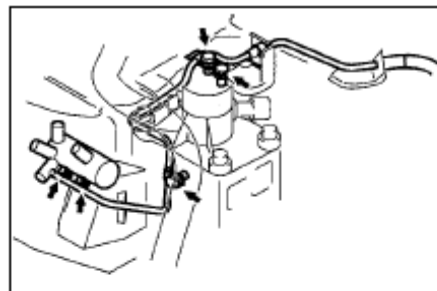

Рис. 72
3. Демонтируйте рабочий цилиндр сцепления и трубопровод(см. Рис. 72).
33. Установите рабочий цилиндр сцепления (см. Рис. 72).